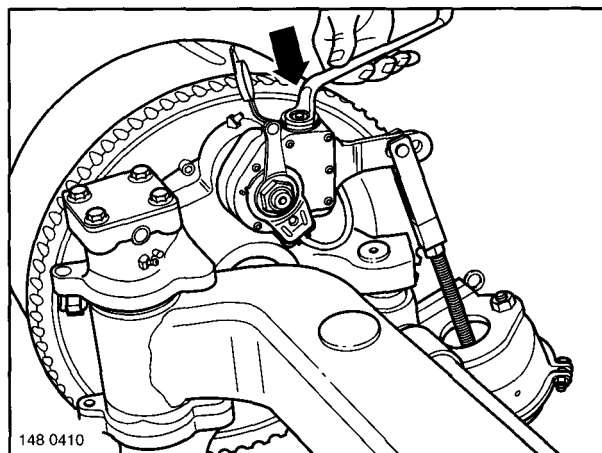

Fig. 10
- (2) Pull on the rubber seal cap. Press down the clutch cover with a ring spanner (Fig. 10/arrow) and, by turning it clockwise or anti-clockwise, position the pin hole in the brake lever exactly on the round hole in the fork head. Insert the pin and secure it.
- (2) Poser le capuchon d'obturation en caoutchouc. Enfoncer la douille d'accouplement à l'aide de la clé polygonale (figure 10/flèche) et en tournant à gauche ou à droite, faire coïncider le trou du levier de frein avec le trou rond de la chape. Placer le boulon et l'assurer.
- (2) Gummi-Verschlusskappe aufziehen. Kupplungshülse mit Ringschlüssel niederdrücken (Fig. 10/Pfeil) und durch Links- oder Rechtsdrehung Bolzenloch im Bremshebel genau auf Rundloch im Gabelkopf ausrichten. Bolzen einsetzen und sichern.
After alteration or exchange of the base plate, brake cylinder, brake camshaft or automatic slack adjuster, the automatic slack adjuster must be re-set as shown in Figs. 10 and 11.
Après modification ou remplacement du support, du cylindre de frein, de l'arbre à came ou du levier de frein à réglage automatique, le réglage de base du levier ECO-Master doit être effectué selon les figures 10 et 11.
Nach Änderung bzw. Austausch der Grundplatte, des Bremszylinders, der Bremsnockenwelle oder des automatischen Gestängestellers muß die Grundeinstellung des ECO-Masters nach Fig. 10 und 11 vorgenommen werden.